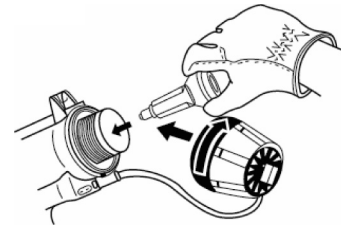

Abbildung 2
2. Sicherstellen, dass das Düsengehäuse mit Düsenschutz in den hinteren Teil der Kartuschenpistole eingerastet ist (Abb. 2)